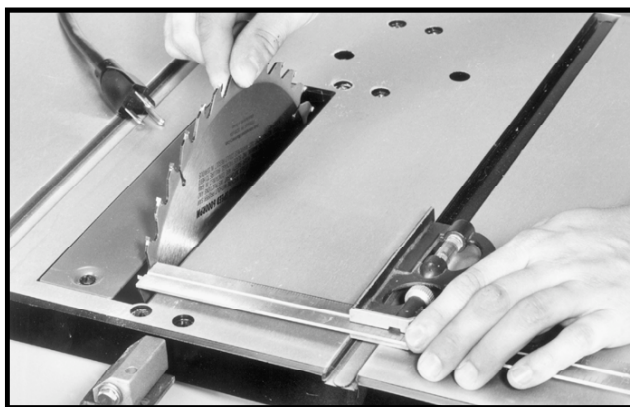

Fig. 42
5. Tourner la lame et vérifier la même dent de lame marquée à l'arrière de la table de scie de la même manière comme indiqué à la fig. 42.